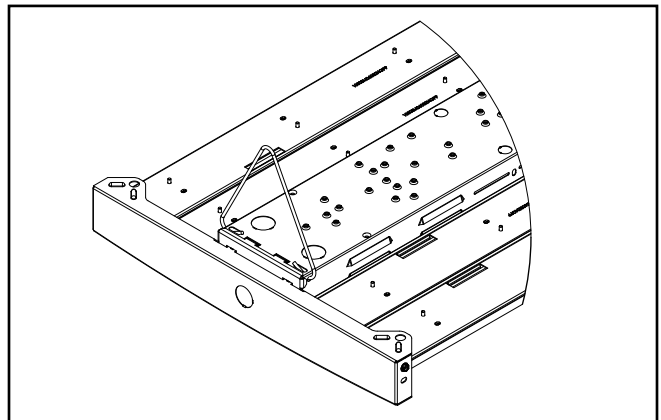

Figure 3.
2. Insérez le crochet en V dans les fentes de montage ouvertures du luminaire puis refermez le crochet avec des pinces pour le bloquer sur le luminaire (Figure 3).